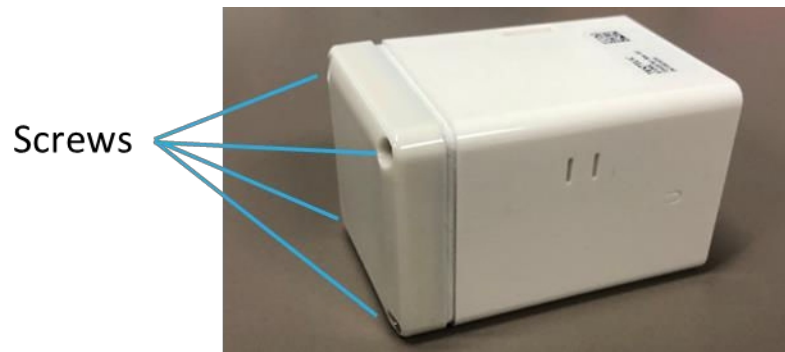

Abbildung 2-5: Entfernen der Batteriefachdeckelschrauben
- Entfernen Sie die Batterieabdeckung, indem Sie die 4 Kreuzschlitzschrauben mit einem Kreuzschlitzschraubendreher der Größe Nr. 1 lösen (siehe Abbildung 2-5).